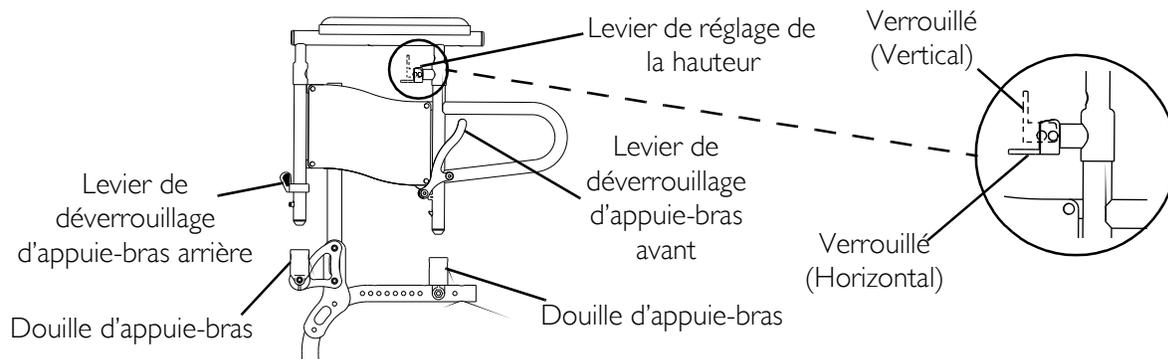

FIGURE 8.1 Retrait/installation/réglage des appuie-bras à hauteur réglable conventionnels
REMARQUE : Pour cette procédure, veuillez consulter le FIGURE 8.1 à la page 60.
1. Insérez l'appuie-bras dans deux (2) douilles d'appuie-bras.
2. Tournez le levier de déverrouillage de l'appuie-bras en position verrouillée pour fixer solidement l'appuie-bras aux douilles d'appuie-bras (Détail « A » de la FIGURE 8.1).
3. Tirez vers le haut pour s'assurer que l'appuie-bras est fixé solidement dans les deux (2) douilles.